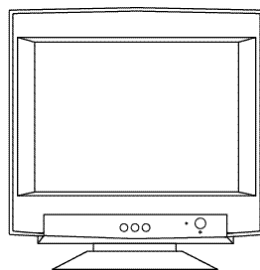

Figura D.1
- 5 Encienda su monitor (Figura D.1) y su ordenador.